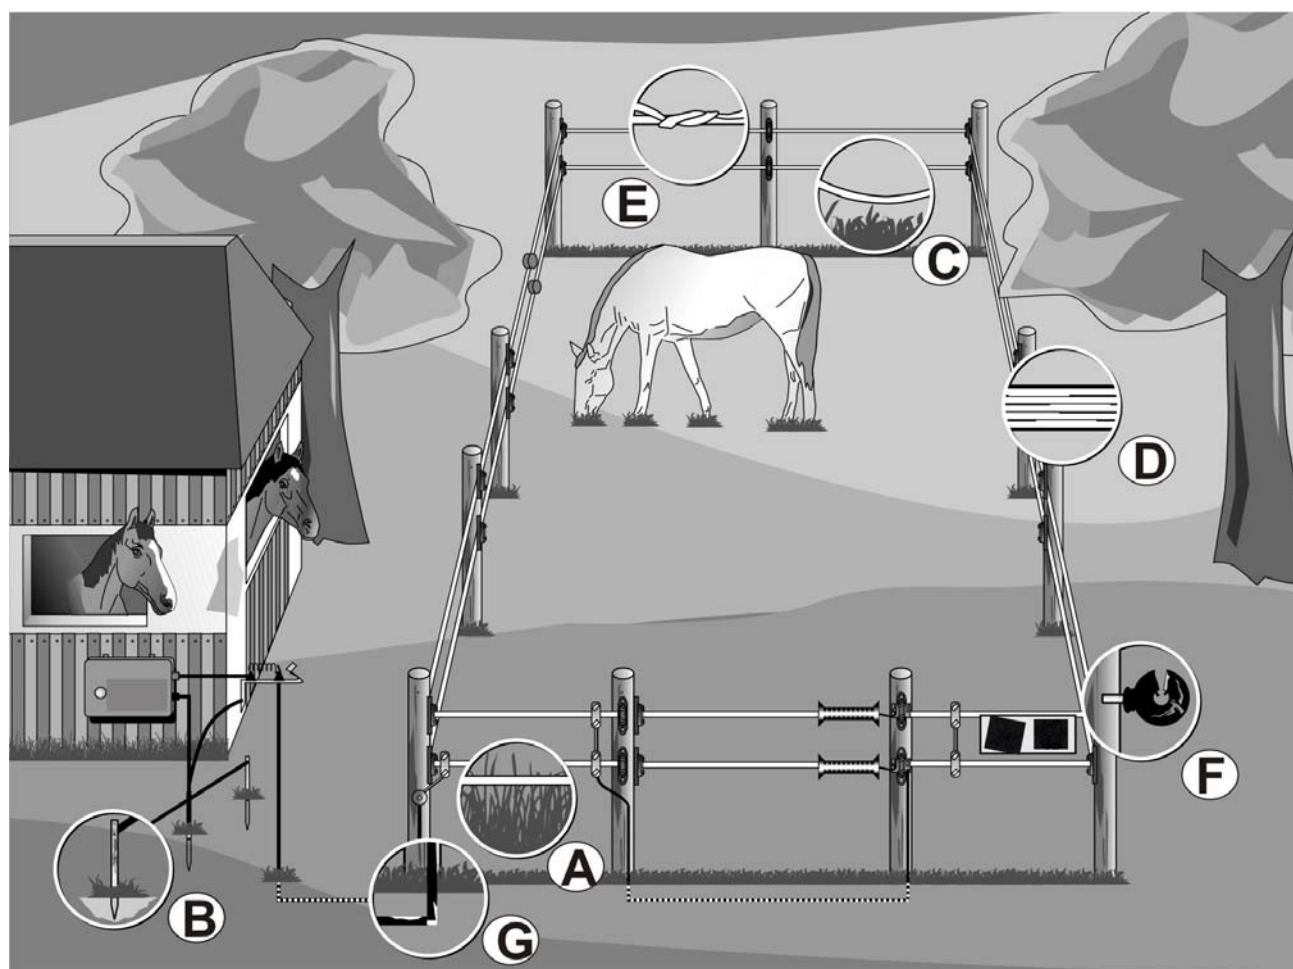

Figure 2
**Mögliche Fehlerquellen:** (Figure 2)